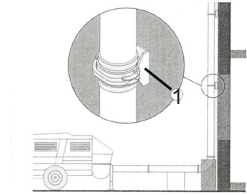

Abb. 4
- **Sowohl bei Einrichten der Anlage oder Aufstellen der Säule als auch vor Beginn jedes Pumpvorgangs den einwandfreien Zustand der Rohrleitungen und den korrekten Anzug der Anschlüsse kontrollieren. Die Rohrleitungen müssen korrekt blockiert sein, eventuell geeignete Haltebügel verwenden (zum Beispiel Abb.4 Pos.1) .**